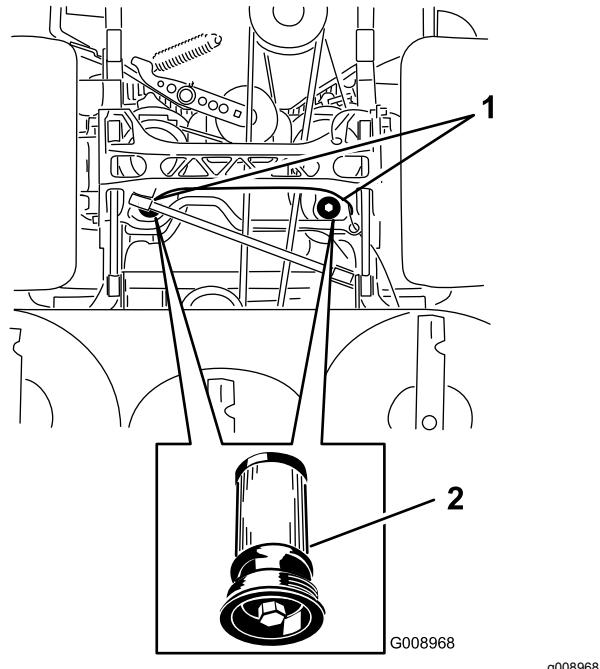

Figure 83
5. Placez un bac de vidange sous le filtre, retirez le filtre usagé et essuyez la surface (Figure 83).
- 6. Appliquez une fine couche de liquide hydraulique sur le joint en caoutchouc du filtre de recharge (Figure 83).